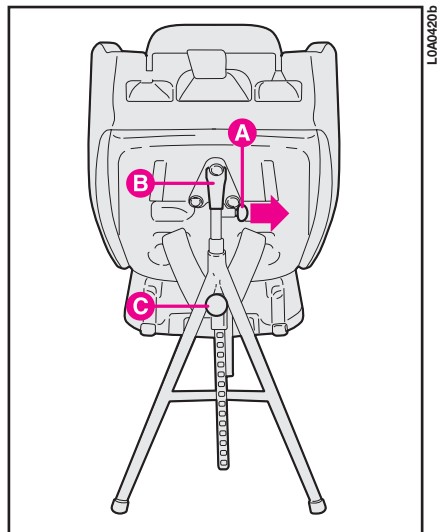

fig. 84
– ponga la pata de sujeción introduciéndola en el soporte **B** (fig. 84), fijado en el respaldo de la silla; para esta operación, tire hacia fuera la ruedecilla **A** (fig. 84), introduzca la pata de sujeción, suelte la ruedecilla **A** y empuje hacia arriba la patilla hasta oír el “clic” de bloqueo del perno;
– afloje completamente la ruedecilla **C** (fig. 84) y alargue las dos patas de sujeción hasta que apoyen completamente en el piso del coche; apriete la ruedecilla **C** en correspondencia a uno de los orificios predispuestos.